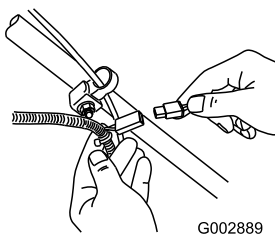

Figura 47
1. Conecte el cargador al arnés de cables del cortacésped, situado debajo de la llave de contacto (Figura 47).